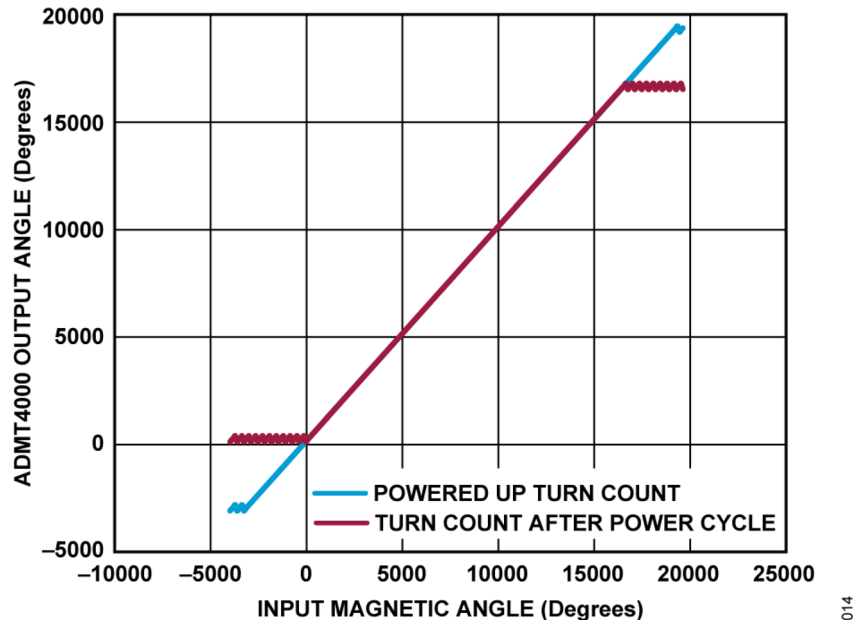

図 14. 回転数の挙動と入力磁界角度の関係
ADMT4000 には、GMR 回転数センサー、GMR 象限センサー、AMR 角度センサーの 3 つのセンサーが内蔵されています。最初の位置は GMR 回転数センサーによって得られます。その後の回転の検出位置は AMR 角度センサーに GMR 象限センサーを組み合わせることで得られます。ADMT4000 の GMR 回転数センサーは、TPO (True Power-on) の回転数検出機能を提供します。パワーダウン時にも、図 14 の赤色の曲線で示す 0~46 回転の範囲で外部磁界の回転数をトラッキングします。パワーアップ時、または変換シーケンスの開始時に、GMR 回転数センサーと AMR 角度センサー (GMR 象限センサーと共に使用) を組み合わせることでシステムの絶対位置の初期値を取得し、絶対角度レジスタにレポートします。GMR 回転数センサーは、ワンショット・モードでは測定シーケンスのたびに回転数のリファレンスとして使われますが、連続変換モードでは最初のシーケンスでのみリファレンスとして使われます。AMR 角度センサーによって得られる回転数は、-9~54 回転の範囲です (図 14 の青色の曲線)。ただし、TPO 機能は GMR 回転数センサーの 0~46 回転の範囲でしか使用できません。電源オフの状態でも外部磁界がこの範囲を超えて回転した場合、その後電源がオンになった後も FAULT フラグがセットされないため、レポートされた角度は間違った値である可能性があります。AMR 角度センサーが提供する回転数の拡張範囲は、システムのキャリブレーションにのみ使用し、デバイスの通常動作時には使用しないでください。
GMR 回転数センサーは、各測定シーケンス中に 1 回デコードされ、AMR 角度センサーの回転数を検証するために使用されます。図 14 に、GMR 回転数センサーから得られる回転数 (赤色) と AMR 角度センサーから得られる回転数 (青色) の挙動を示します。
- ▶ GMR 回転数センサーから得られる位置と AMR 角度センサーから得られる位置の差が 0.5 回転を超えると、回転数の検証フラグ (FAULT レジスタのビット D13) がハイにセットされます。例えば、回転数が図 14 の赤い曲線で示した GMR 回転数センサーの範囲を超えた場合がそうです。デバイスのパワーダウン時、またはデバイスがワンショット・モードのときにこれが発生した場合、FAULT フラグのビット D13 はセットされません。